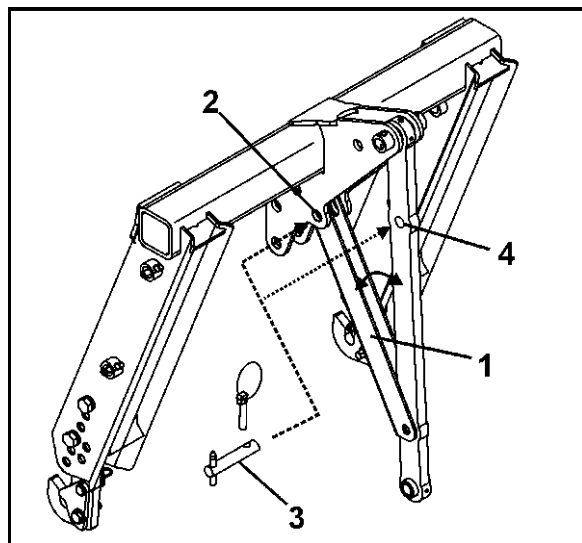

図 43
3. 安全ブレース（図 43/1）を、
- ・ 移動走行位置（図 43/2）にするか、または
- ・ パーキング位置（図 43/4）にします。
4. 安全ブレースをピン（図 43/3）で止め、リンチピンで固定します。